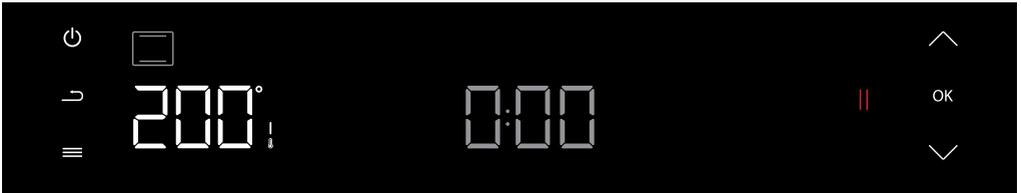
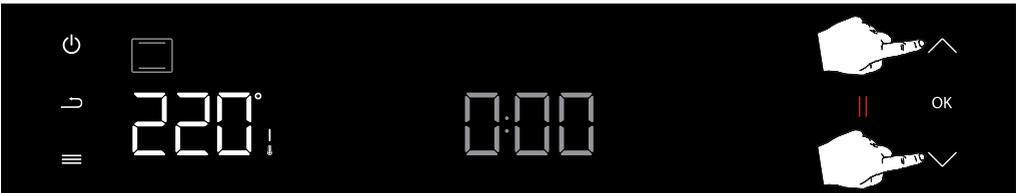
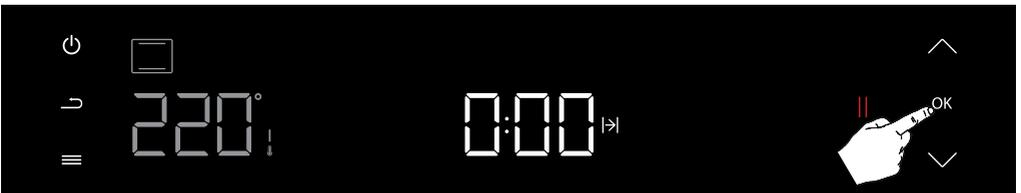

Abbildung 16
Abbildung 17
Abbildung 18
3. Nach Drücken der Freigabetaste (OK) wechselt die Anzeige der aktiven Einstellung zur Temperaturanzeige. (siehe Abbildung 16) Der gewünschte Temperaturwert wird innerhalb der vorgegebenen Grenzen durch Drücken der Aufwärts- (▲) oder (▼) Abwärts-Tasten eingestellt. (siehe Abbildung 17) Drücken Sie die Bestätigungstaste (OK) einmal, um die gewünschte Temperatur zu bestätigen. (siehe Abbildung 18)